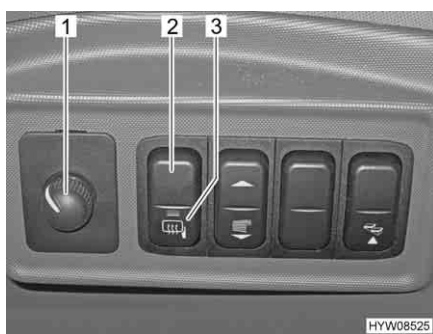

Fig. 31 Interruttore per gli specchietti esterni a regolazione elettrica
*Regolazione:* ■ Selezionare lo specchietto da impostare. A tal fine premere l'interruttore girevole (Fig. 31,1) verso sinistra oppure verso destra.
■ Premendo l'interruttore (Fig. 31,1) regolare lo specchietto nella posizione corrispondente.
*Accensione del riscaldamento:* ■ Premere l'interruttore (Fig. 31,2). La spia rossa di controllo (Fig. 31,3) nell'interruttore indica il funzionamento.